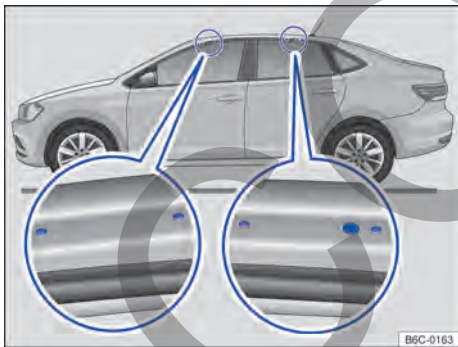

Fig. 170 Puntos de fijación de los soportes básicos del portaequipaje de techo (ambos lados)
Los orificios o marcas de los puntos de fijación de los soportes básicos son visibles con las puertas (delanteras y traseras) del vehículo abiertas y se encuentran a los lados en las vigas del techo → fig. 170 (lupa). Los orificios o marcas para fijación detrás se encuentran en la parte inferior de las vigas del techo → fig. 170 (lupa derecha).
- Fije los soportes de base solo en las marcas indicadas en la figura → fig. 170.